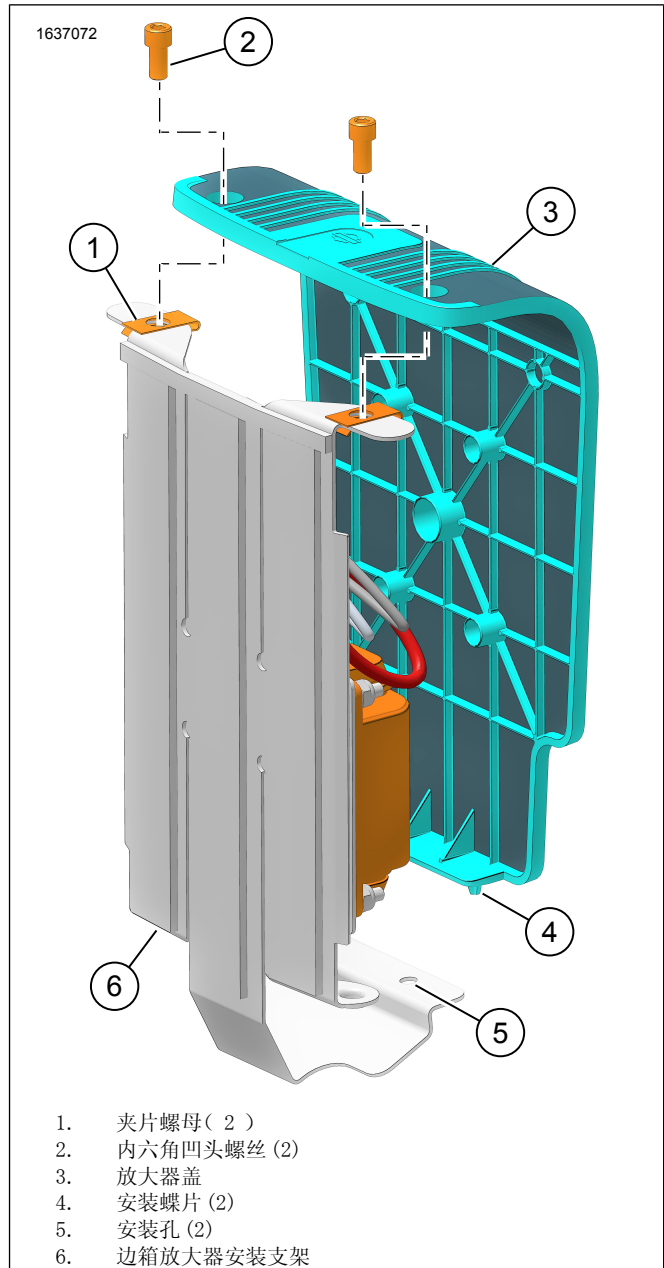

图14。放大器盖
17. 参见图14。安装放大器盖 (3)。
18. 安装螺丝 (2)。拧紧。